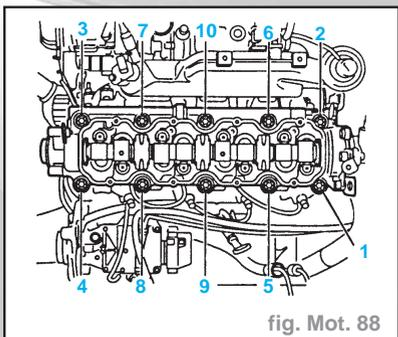

fig. Mot. 88
- Dévisser les vis de culasse dans l'ordre représenté sur la figure à l'aide de l'outil **KM-2355**, d'abord d'un quart de tour puis d'un demi-tour et déposer (fig. Mot. 88).